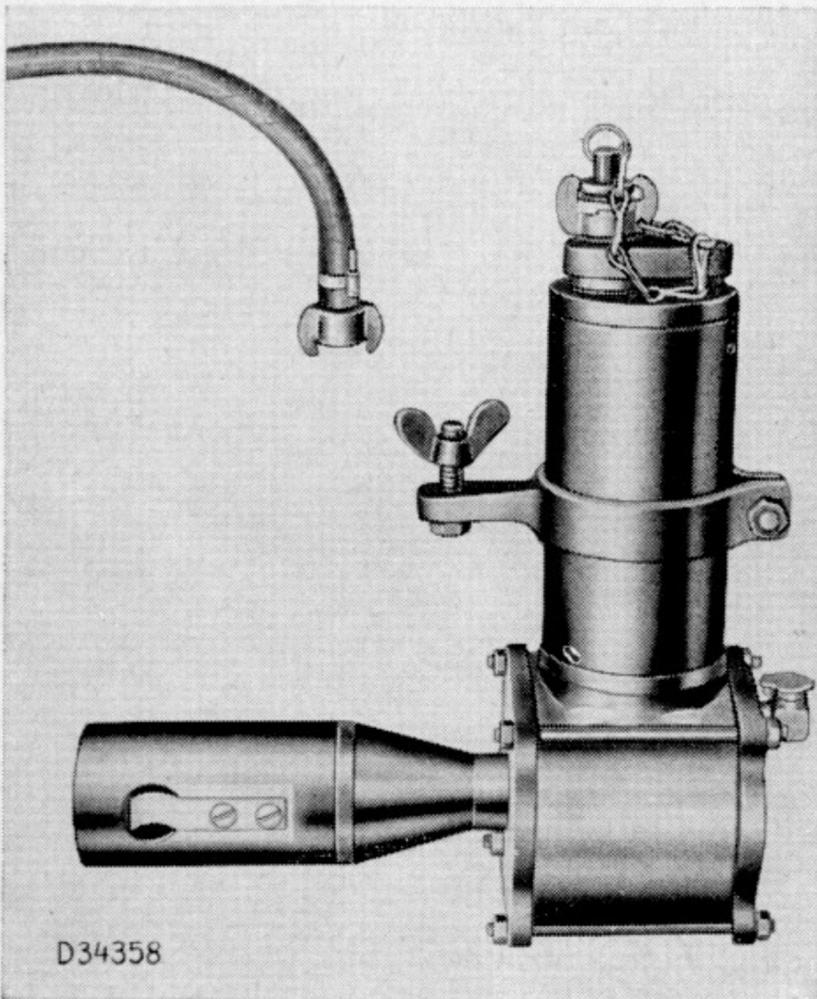

Bild 253. Motorischer Reifenfüller
8. Motorischer Reifenfüller (s. Abschnitt 24 und Bild 253).
- 13 a. Peko-Dach, verstellbar (s. Bild 253 a).
Bild 253 a. Peko-Dach